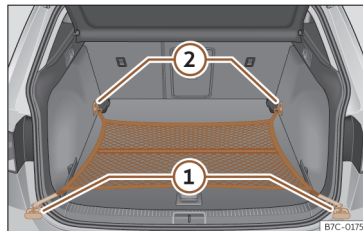

Fig. 166 Dans le coffre à bagages : filet accroché au niveau du plancher.
- Fixez les crochets du filet aux œillets d'amarrage >>> **fig. 166** ① et ② >>> △. La fermeture à glissière du sac doit rester vers le haut.